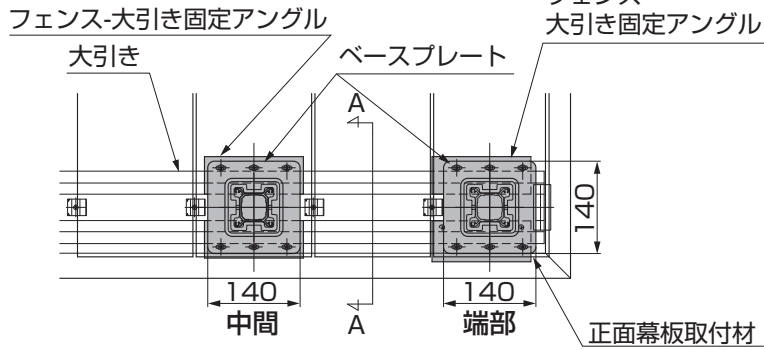
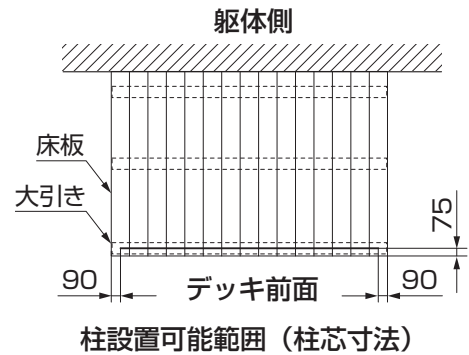
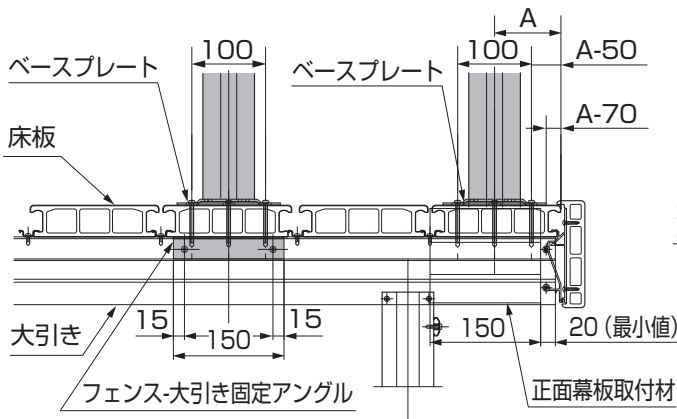
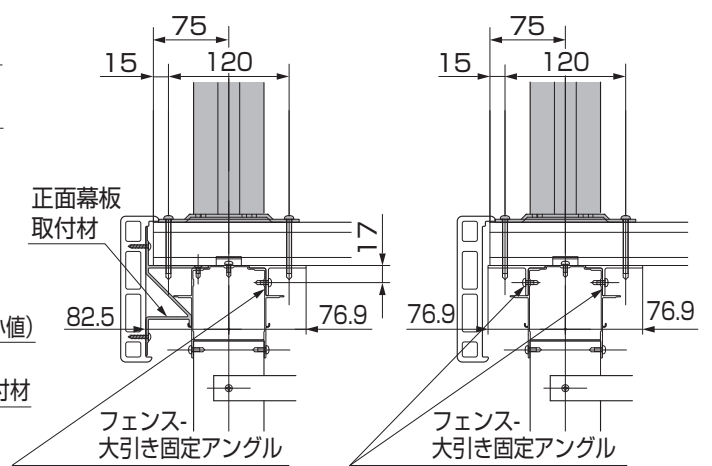

図4-7
図4-8
図4-9
図4-10 A-A矢視図
- デッキの中間部に立てる場合、端部に立てる場合には、図4-7、図4-8、図4-9、図4-10を参照して取付けてください。
- 図4-9のA寸法値の最小値は90mmです。
- 図4-9のA寸法の最大値は、フェンス-大引き固定アングルに手が届く約400mmの範囲内で自由に設定することができます。
②ネジ位置をマーキングしてください。
③マーキングした床板に、φ5.5の下孔をあけてください。(※1)
④大引きにフェンス-大引き固定アングルを、【7-1】で取付けてください。
⑤ベースプレートを【7-2】で、床板の下の幕板固定金具またはフェンス-大引き固定アングルまで取付けてください。